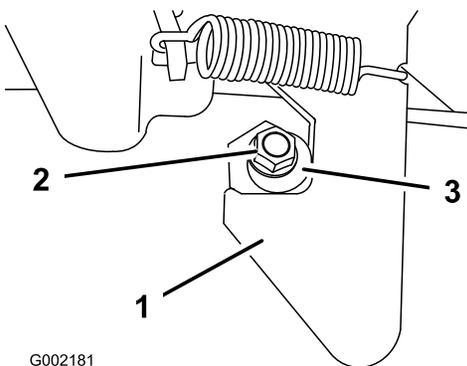

Figura 74
1. Desaperte a porca de bloqueio na extremidade do perno do trinco (Figura 74).
2. Rode o perno do trinco no sentido dos ponteiros do relógio até encostar à zona de gancho do trinco (Figura 74).